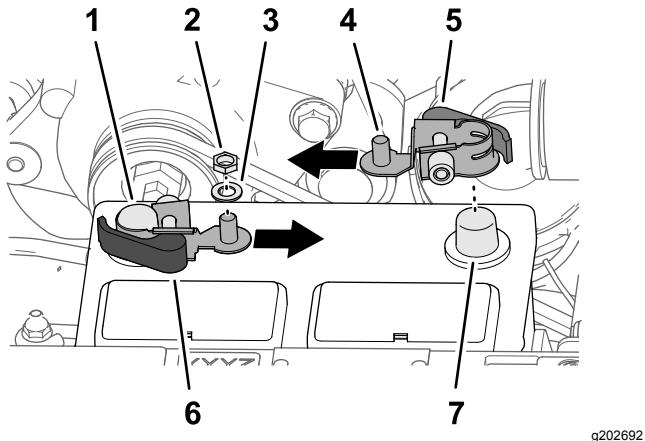

Figure 209
1. Retirez les écrous hexagonaux et les rondelles des colliers de connexion rapide à poignée rouge et noire (Figure 209).
3. Assemblez le collier de connexion rapide sur la borne négative de la batterie, en dirigeant le tenon fileté du collier vers le centre de la batterie, comme montré à la Figure 209.